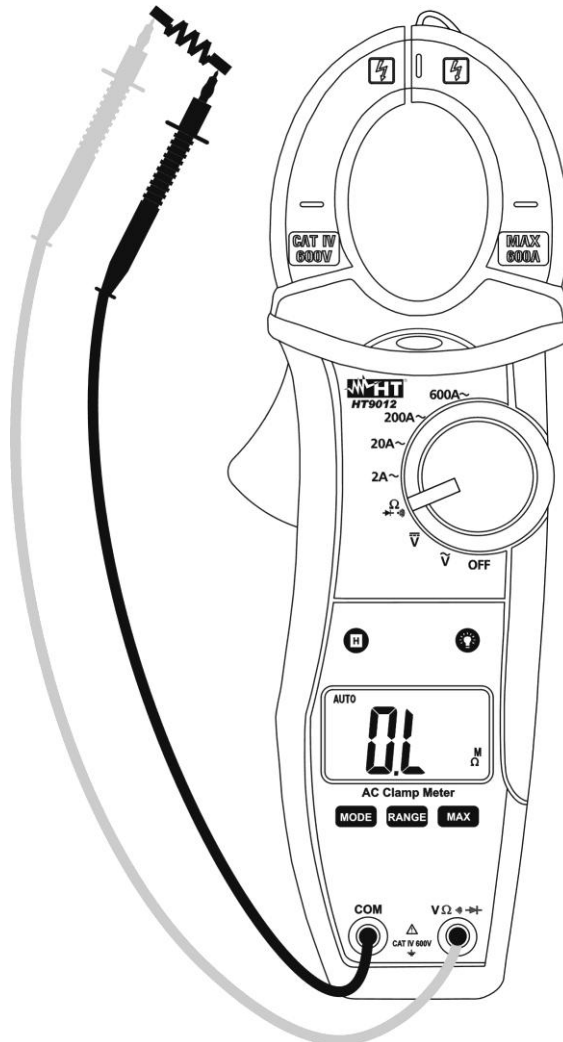

Fig. 6: Uso del instrumento en la medida de Resistencia
4. Conecte las dos puntas de prueba en el circuito a medir (ver Fig. 6), y lea el valor de la resistencia mostrado en el visualizador
3. Conecte las dos puntas de prueba en los terminales de la pinza, la roja en el terminal **V $\Omega \rightarrow \text{diode symbol}$** y la negra en el terminal **COM** y efectuar el test de continuidad an el objeto en prueba (ver Fig. 6 - parte izquierda). El zumbador emite un señal acústica cuando el valor de la resistencia medida es inferior a 100 Ω
5. Conecte la punta roja al ánodo del diodo y la punta negra al cátodo (ver Fig. 6 – parte derecha)